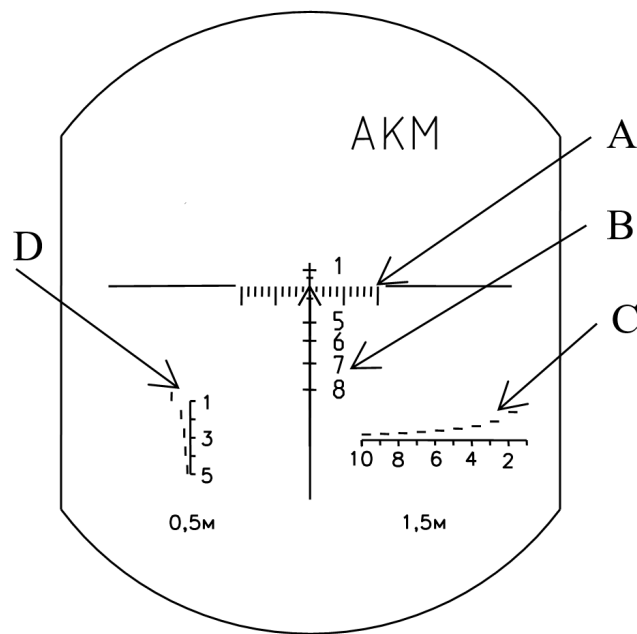

Abbildung 2: Fadenkreuz des Visier PO 4x24P
die Skala (C) (Abbildung 2) mit den entsprechenden Einteilungen nutzen.